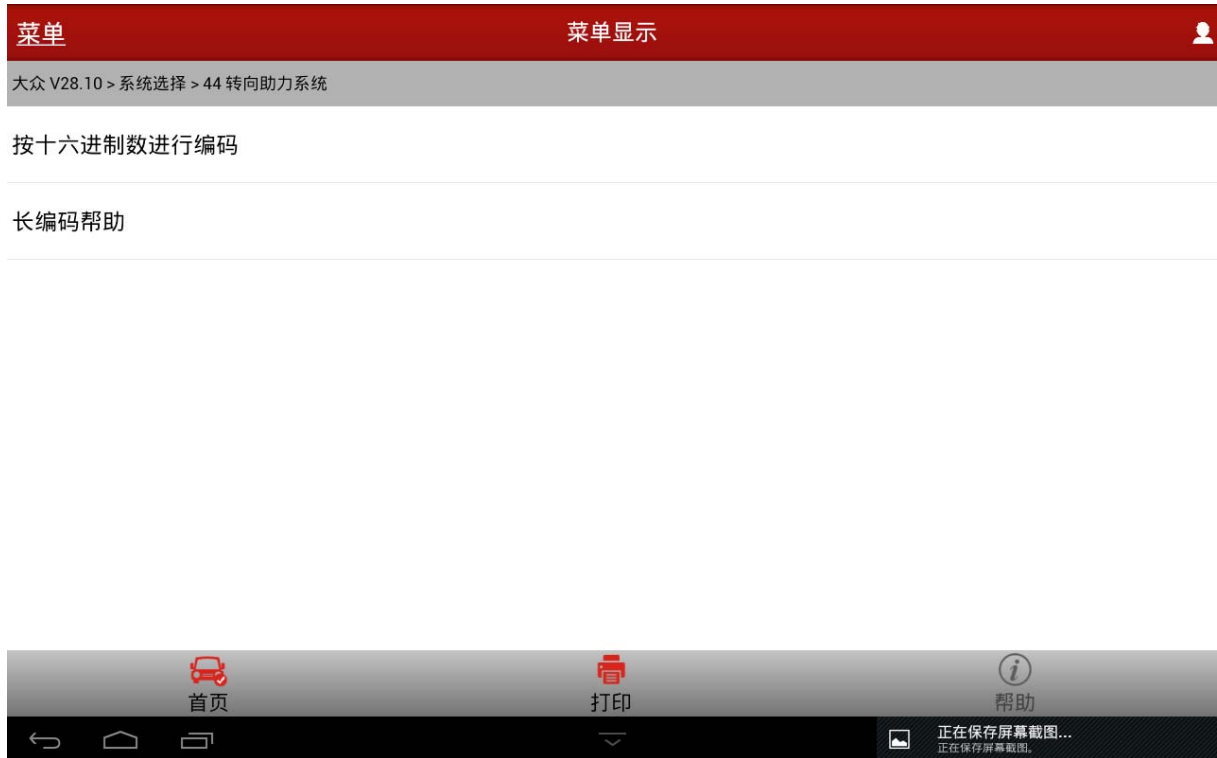

图 19
2). 接着选择第一项“按十六进制数进行编码”，如图 19;